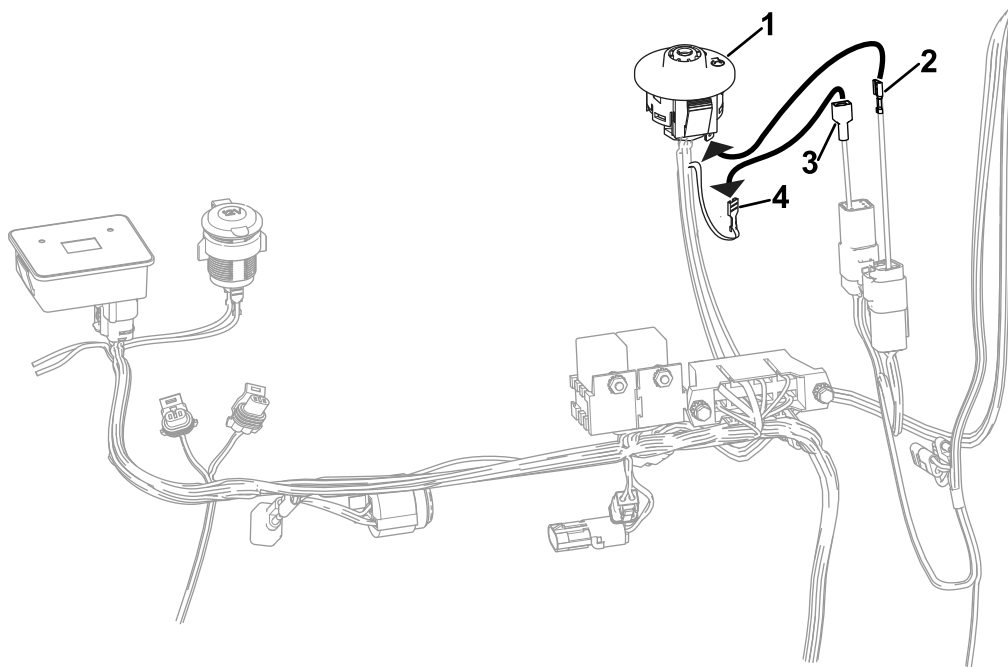

Bild 8
- C. Stecken Sie den Zündstecker des Kabelbaums der Zugmaschine in den entsprechenden Überbrückungsanschluss (**Bild 8**).
- D. Stecken Sie den anderen Überbrückungsanschluss in den Zündschalter (**Bild 8**).